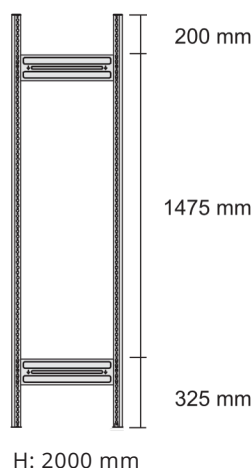
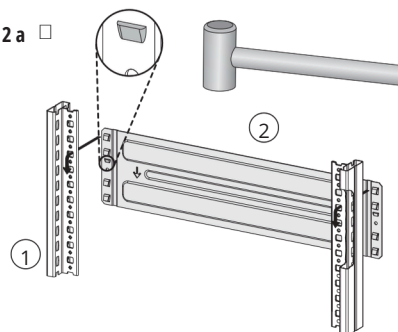

Abb. 2
Abb. 3
- (D) Zwei Stützprofile im Abstand der Stützenverbinder anordnen (Abb. 1). Stützenverbinder entsprechend Abb. 2 (die Pfeile zeigen in Richtung des Fußbodens) einsetzen und mit einem Gummihammer o.ä. in die Stützprofile einschlagen.
Achtung! Die Fixierprägung der Stützenverbinder (Abb. 2 a) muss auf beiden Seiten in die Stützprofile einrasten (Abb. 3 a).
Sicherungsstifte, Fußplatten und Kunststoffkappen einsetzen (Abb. 3).
Attention! Les connexions d'appui (fig. 2 a) doivent s'enclencher des deux côtés des profilés d'appui (fig. 3 a).
Placer les Chevilles de fixation, plaques de base et plastiques de protection (fig. 3).
- (NL) Twee steunprofielen op de afstand van de steunverbindingsstukken plaatsen (afb. 1). Steunverbindingsstukken overeenkomstig afb. 2 (de pijlen wijzen in de richting van de vloer) inzetten en met een rubberen hamer of dergelijke in de steunprofielen slaan.
Opgelet! De fixeeradhesie van de steunverbindingsstukken (afb. 2 a) moet aan beide kanten in de steunprofielen sluiten (afb. 3 a).
Bevestigingspennen, voetplaten en kunststofkappen inzetten (afb. 3).
- (GB) Arrange two support frames at the correct distance for the support connection (fig. 1). Fit the support connections as shown in fig. 2 (the arrow points in the direction of the ground) and use a rubber hammer (or similar) to tap them into the support frames.
Attention! The locking pieces for the support connections (fig. 2 a) must be snapped in position on both sides in the support frames (fig. 3 a).
Fit the securing pins, footplates and plastic caps (fig. 3).
Abb. 2 a
Abb. 3 a